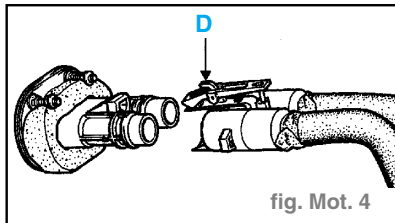

fig. Mot. 4
- les durits d'aérotherme, pour cela à l'aide d'un tournevis, appuyer en (D) et tirer fortement vers l'arrière l'ensemble pour les désaccoupler (attention aux deux joints), (fig. Mot. 4)